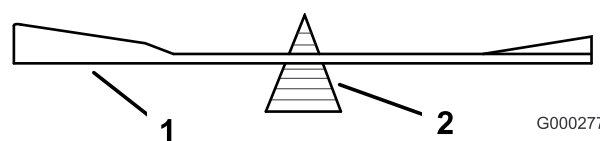

Figure 78
2. Vérifiez l'équilibre de la lame en la plaçant sur un équilibreur (Figure 78). Si la lame reste horizontale, elle est équilibrée et peut être utilisée. Si la lame est déséquilibrée, limez un peu l'extrémité de la partie